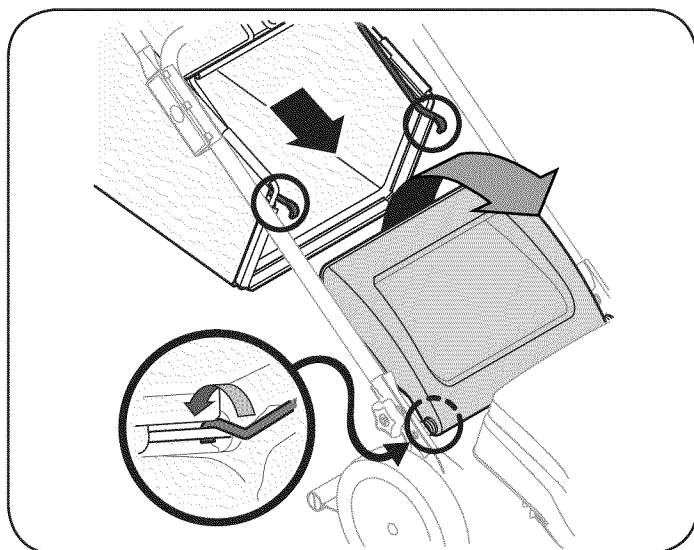

Figura 4
3. Coloque el colector de césped en la varilla de pivote. Suelte la puerta de descarga de modo que descance sobre el colector de césped. Vea la Figura 4.